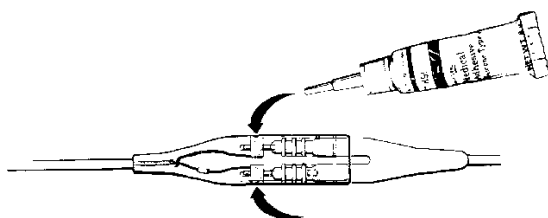

Figura 3. Aplique adhesivo médico en los orificios de los dos tornillos.
7. Coloque la punta del aplicador en el tubo de adhesivo médico. Rellene y cubra los orificios de los dos tornillos de fijación de adhesivo médico (véase la Figura 3).